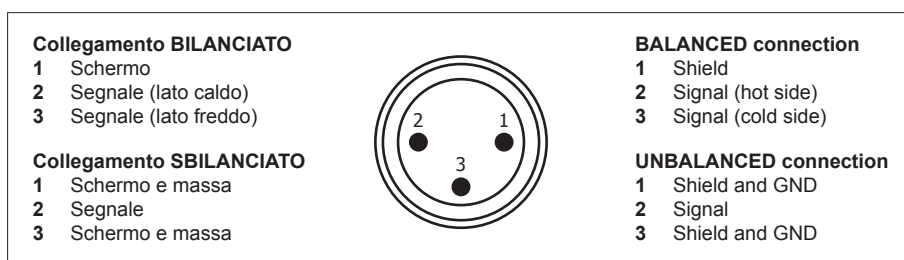

Fig. 4.2.1
Alle prese XLR **MIC.1** e **MIC.2 (23)** è possibile collegare microfoni di tipo dinamico e ad elettrete con alimentazione Phantom; i collegamenti a queste prese sono riportati nella Fig. 4.2.1. Ulteriori possibilità di connessione, che sfruttano l'uso della morsettiere (31), sono riportate al Par. 4.11, pag. 7.
It is possible to connect microphones of the dynamic or of the electret type with a Phantom power supply to the XLR sockets **MIC.1** and **MIC.2 (23)**. The connections to these sockets are shown in Figure 4.2.1. Further possible connections exploiting the terminal strip (31) are indicated under point 4.11, page 7.
Alla presa XLR **MIC.3 (22)** è possibile collegare microfoni di tipo dinamico e ad elettrete con alimentazione Phantom; i collegamenti a queste prese sono riportati nella Fig. 4.2.1. In alternativa al microfono, è possibile collegare alla presa **IN UNITS** una o più postazioni microfoniche preamplificate **MBT 1106**, che consentono di inviare messaggi su una o più zone d'ascolto. **Per il collegamento di questa postazione, è INDISPENSABILE utilizzare cavi schermati di tipo STP CAT5.E.** La regolazione del livello d'uscita è disponibile al controllo frontale (2).
It is possible to connect a dynamic or electret microphone with a Phantom power supply to the **MIC.3** XLR socket (22). The connections to these sockets are shown in Fig. 4.2.1. As an alternative to a microphone, it is also possible to connect one or more **MBT 1106** pre-amplified microphone stations, enabling messages to be sent to one or more listening zones, to the **IN UNITS** socket. **It is ESSENTIAL to use shielded cables of the STP CAT5.E type for connecting this station.** The output level can be controlled from the front panel (2).
I collegamenti a queste prese sono riportati nella Fig. 4.2.1. Ogni ingresso dispone di un proprio controllo di livello (3) per dosare opportunamente l'ampiezza dei vari segnali.
The connections to these sockets are shown in Figure 4.2.1. Each input has its own level control (3) so as to be able to adjust the amplitude of the various different signals suitably.